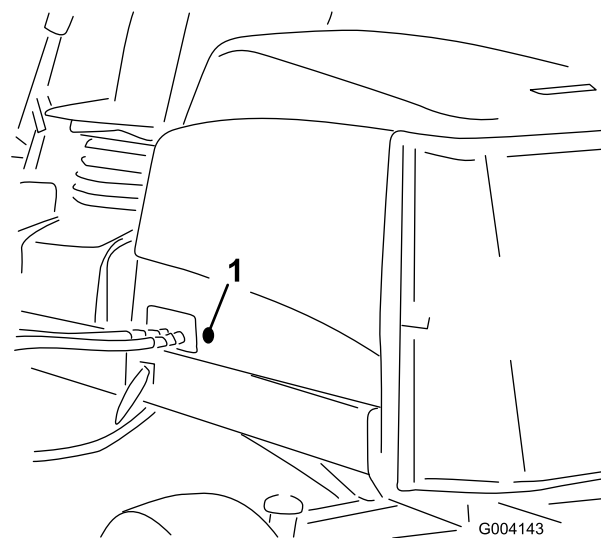

Figura 5
2. Scoateți garnitura din cauciuc din orificiul din partea stângă a capotei (Figura 5).